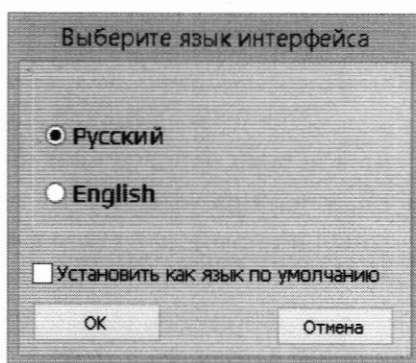

Рисунок 1 - Вид окна выбора языка программы
- навести курсор мыши на пиктограмму «AZRS-21LS.exe», расположенную на рабочем столе Windows и запустить ПО-174 двойным нажатием левой кнопки тачпада. На экране консоли откроется диалоговое окно «Выбор языка», рисунок 1;